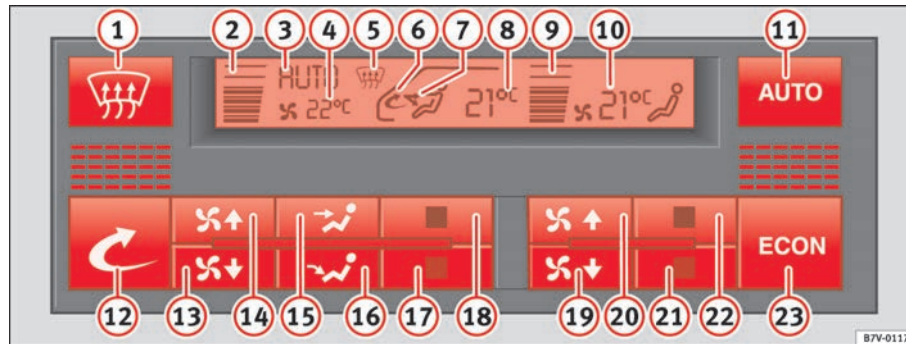

Abb. 118 In der Instrumententafel: Bedienelemente Climatronic
- Drücken Sie die jeweilige Taste ⇒ Abb. 118, um eine Funktion ein- oder auszuschalten.